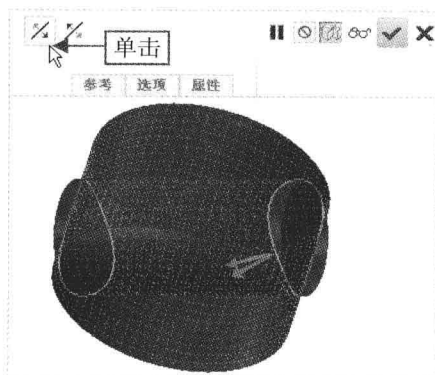

图 10-56 单击相应按钮
Step 03 弹出“合并”选项卡，单击“更改要保留的第一面组的侧”按钮 ，如图 10-56 所示。